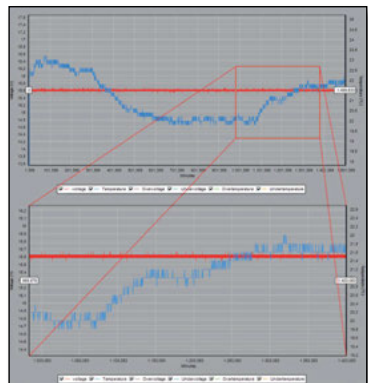

Abbildung 19:
Schritt 7b. Neben dem "Bedienfeld für die grafische Navigation" kann auch mithilfe der Maus durch die Grafik navigiert werden. Durch - mit der linken Maustaste gedrückt - von links oben nach rechts unten über den zu untersuchenden Bereich zu ziehen, wird der ausgewählte Bereich hineingezoomt. Es kann herausgezoomt werden durch - mit der linken Maustaste gedrückt von rechts unten nach links oben zu ziehen oder durch Betätigung der Schaltfläche "Unzoom". Ein hereingezoomtes Beispiel ist in Abbildung 19 zu sehen.